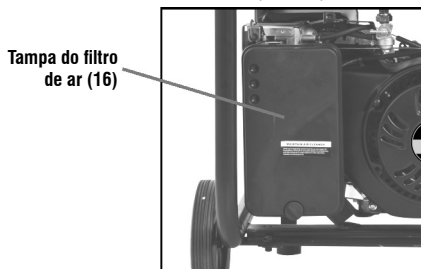

Fig. 22 – Retirando a tampa do filtro de ar
- Abra a tampa do filtro de ar (fig. 22);